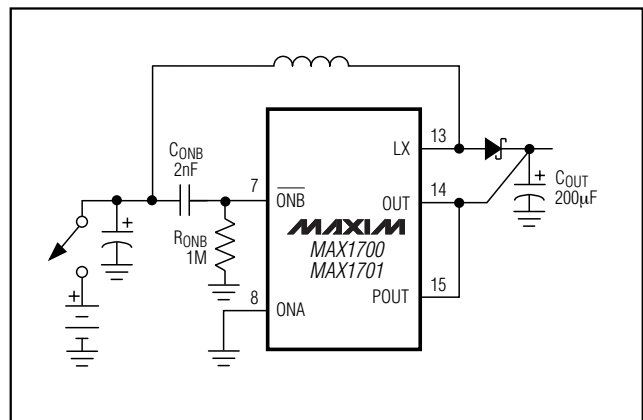

図12. スイッチ又はバッテリー接点バウンスが予想される時に C_{ONB} と R_{ONB} を接続
- 1) $\overline{\text{ONB}}$ と V_{IN} の間にコンデンサ(C_{ONB})を、 $\overline{\text{ONB}}$ とGNDの間に1M Ω 抵抗(R_{ONB})を接続し、ONAをGNDに接続します(図12)。このRCネットワークは V_{IN} における高速入力エッジを微分して、 V_{IN} が落ち着くまで一時的にICをオフ状態に維持します。適切な C_{ONB} の値は全出力フィルタ容量(C_{OUT})の 10^{-5} 倍であるため、 C_{OUT} が200 μF の場合は $C_{\text{ONB}} = 2\text{nF}$ となります。